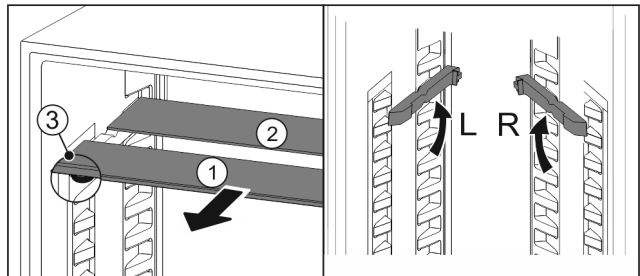

Fig. 90
- Glasplatten einzeln nach vorne herausziehen Fig. 90 (1).
- Glasplatte Fig. 90 (1) mit Zierleiste liegt vorne.
- Stopps Fig. 90 (3) zeigen nach unten.